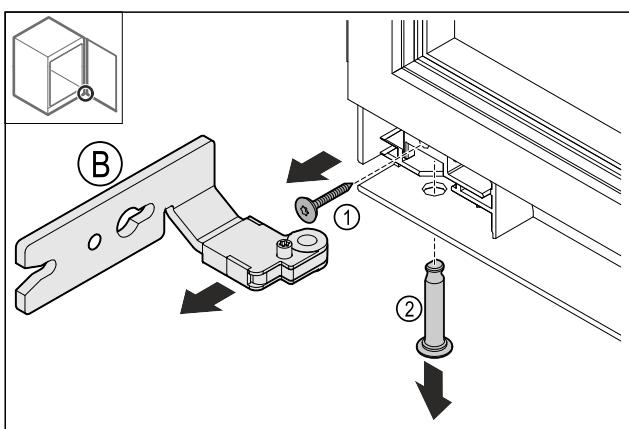

Fig. 15
- Odstranite Fig. 15 (1) vijak.
► Odstranite Fig. 15 (2) sornik.
► Odstranite Fig. 15 (B) tečaj.